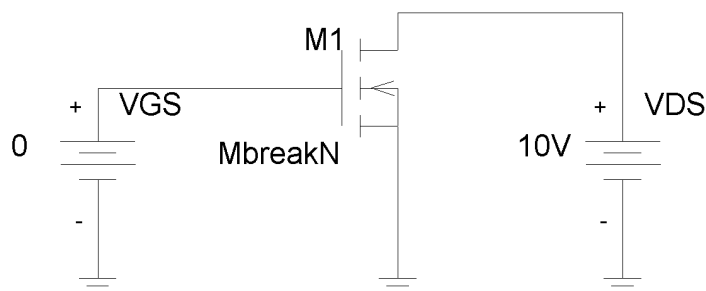

Figura 1. Circuito para dibujar las curvas características de drenador.
1.1 En primer lugar vamos a generar las **curvas características de drenador** $I_{DS}=f(V_{DS})$ de un transistor NMOS. Para ello iniciamos *Schematics* y editamos el circuito que se muestra en la figura 1.